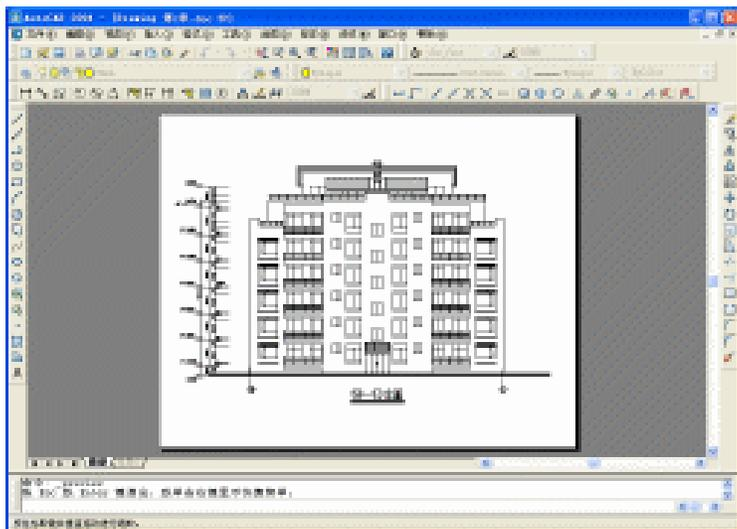

图 1-5-5
**STEP 05** 单击“完全预览”按钮，预览效果如图 1-5-5 所示。